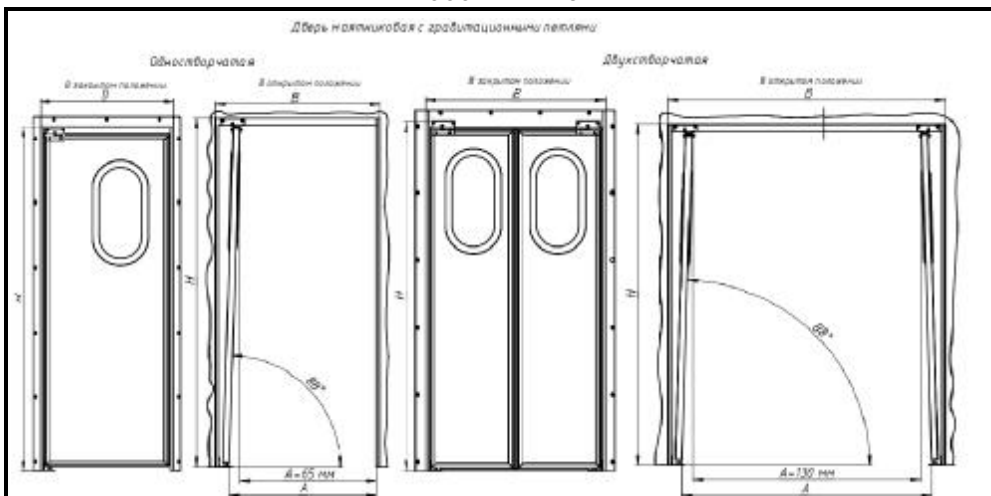

Рисунок 13
7. Порядок сборки и монтажа маятниковых дверей с гравитационными петлями и металлической угловой рамой (рис. 13).
6. Порядок сборки и монтажа маятниковых дверей с гравитационными петлями и металлической рамой в обхват проема (рис. 13).